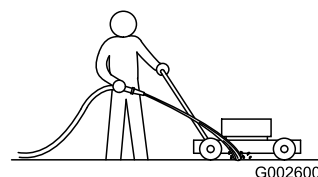

Figure 37
3. Mettez le moteur en marche et engagez la lame, puis dirigez un jet d'eau devant la roue arrière **droite** (Figure 37).